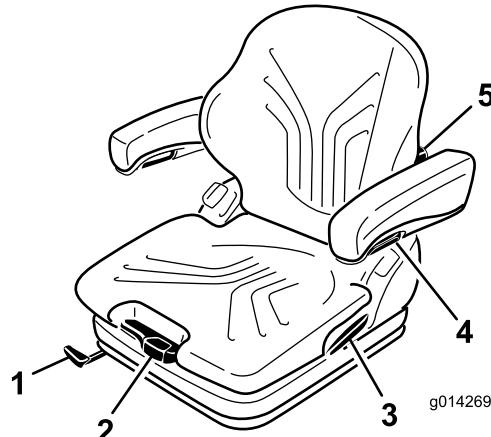

Bild 13
Der Sitz wird durch Ziehen oder Drücken des Gewichteinstellhebels dem Bedienergewicht angepasst (Bild 13).
1. Heben Sie den Hebel an, um den Sitz zu entriegeln (Bild 13).
Drehen Sie das Einstellhandrad nach oben, um die Krümmung im oberen Teil des Rückenlehnenkissens einzustellen. Drehen Sie das Handrad nach unten, um die Krümmung im unteren Teil des Rückenlehnenkissens einzustellen (Bild 13).
Um die Höhe der Armlehnen einzustellen, nehmen Sie die runde Kappe (Bild 13) von der Abdeckung ab, lösen die Sechskantmutter (13 mm) dahinter, bringen die Armlehnen in die gewünschte Position und ziehen die Mutter fest. Bringen Sie die Kappe wieder auf der Mutter an.
Drehen Sie das Einstellhandrad, um den Winkel der Armlehnen einzustellen (Bild 13).
Ziehen Sie den Arretierhebel nach oben, um die Rückenlehnenarretierung zu lösen (Bild 13). Belasten Sie die Rückenlehne nicht, indem Sie sich anlehnen, wenn Sie die Rückenlehnenarretierung lösen.